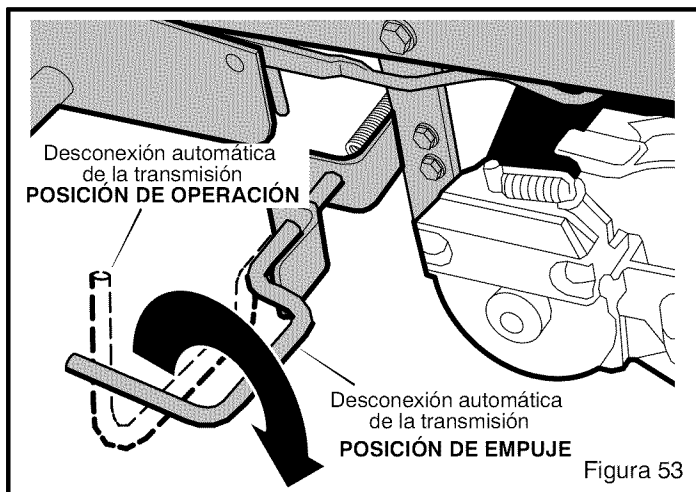

Figura 53
Para empujar la unidad, use la **desconexión automática** para desactivar la transmisión. (Figura 53)
3. Para desenganchar la transmisión y mover la unidad, jale y gire la **desconexión automática de la transmisión** y asegure la **desconexión automática de la transmisión** en la posición de EMPUJE (Figura 53). La transmisión está ahora *desactivada* y se puede empujar la unidad.
1. La **desconexión automática de la transmisión** debe estar en la posición de OPERACIÓN (Figura 53).